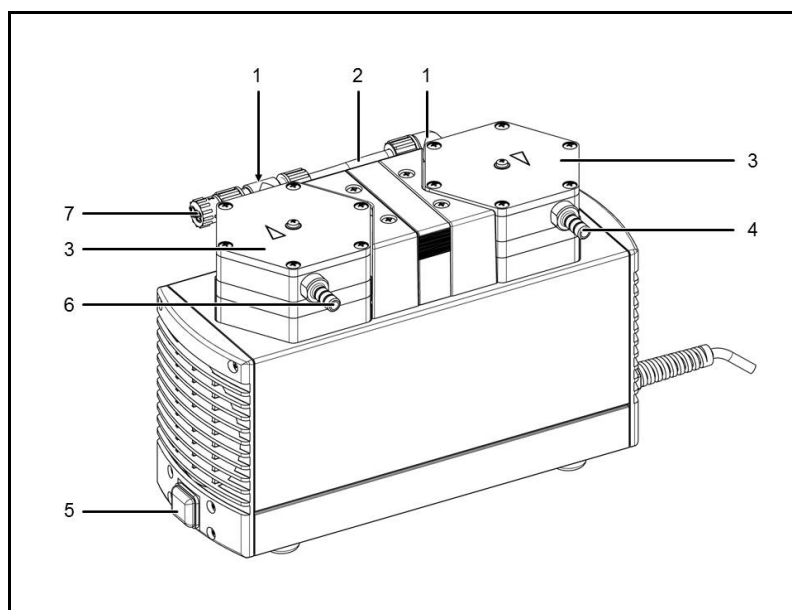

Fig. 3: pompa a membrana (in figura: pompa N 840.3 FT.18G)
1. Rimuovere i tubi flessibili dall'ingresso (Fig. 3/6) e dall'uscita (4) pneumatica della pompa.
2. Aprire il collegamento (2) tra le testate.
3. Svitare il raccordo del tubo di collegamento (1) della testata di aspirazione.
5. Chiudere il collegamento (2) tra le testate.
- ➔ Accendere la pompa con l'interruttore di rete (Fig. 3/5).
- ➔ Spegnerla con l'interruttore di rete (Fig. 3/5).